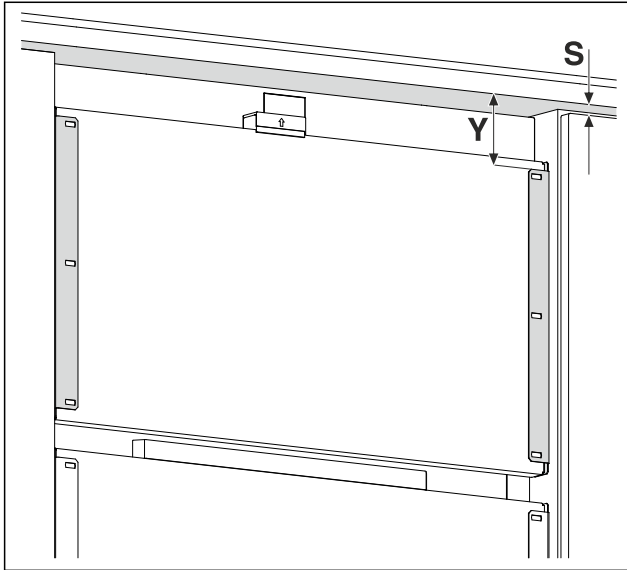

Fig. 16 Примерное изображение
- ▶ Измерьте расстояние Fig. 16 (Y) от нижнего края мебельного фасада до крепежного уголка.
- ▶ Измерьте расстояние Fig. 16 (S) от нижнего края мебельного фасада до верхнего края мебельной двери.